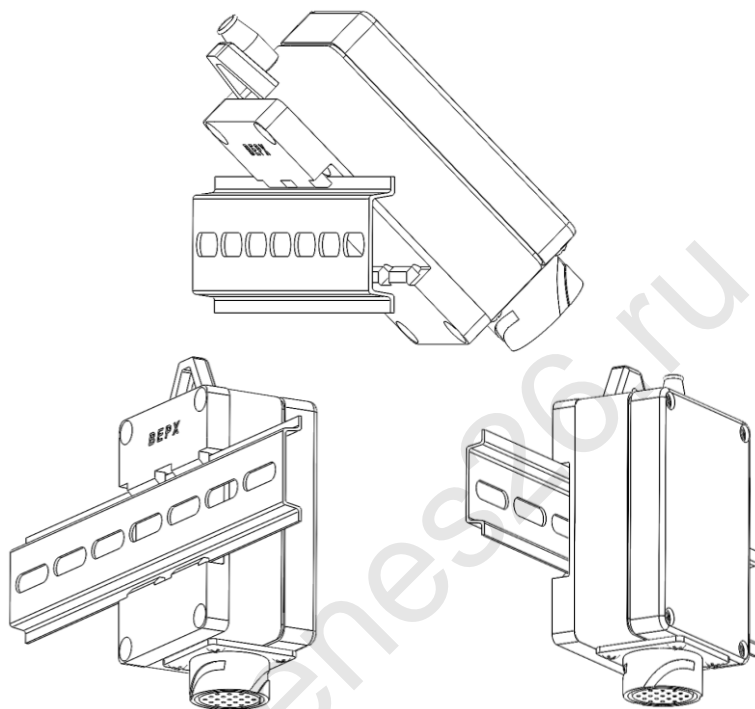

Рисунок 4
9.3 МСИКП крепится на DIN-рейку путем защелкивания комплектной крепежной пластины (начиная с верхних «зубцов»), рисунок 4.